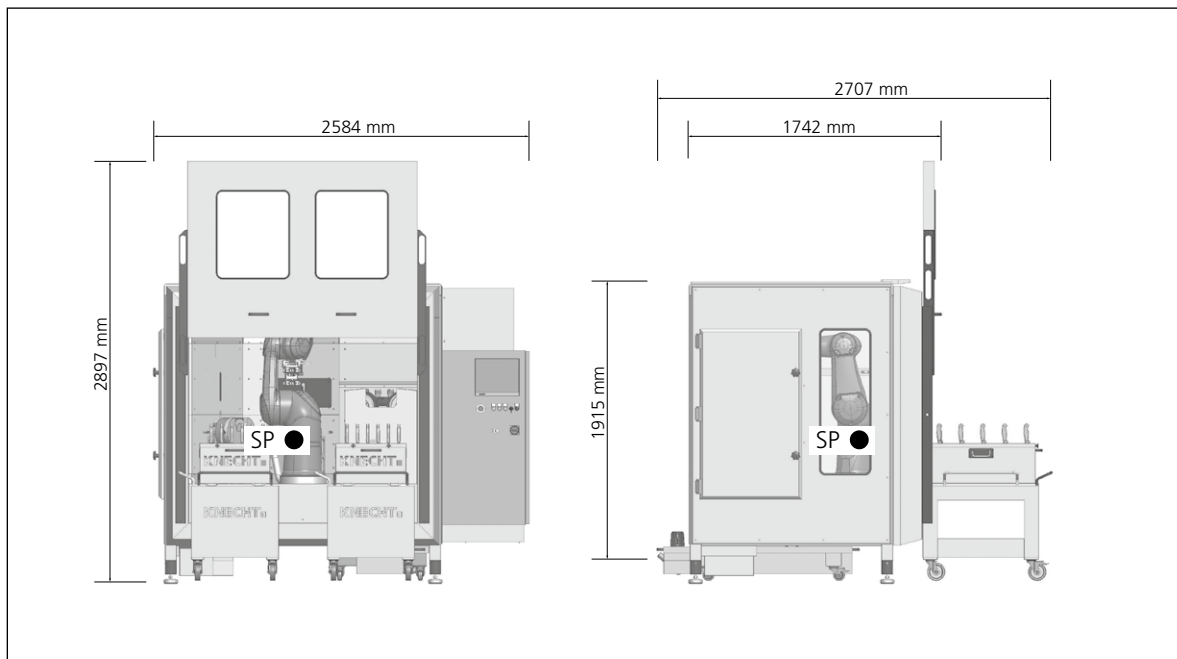

Bild 3-1 Mått i mm
Var uppmärksam på maskinens tyngdpunkt under transport. Bild 3-1 visar tyngdpunkten (SP).